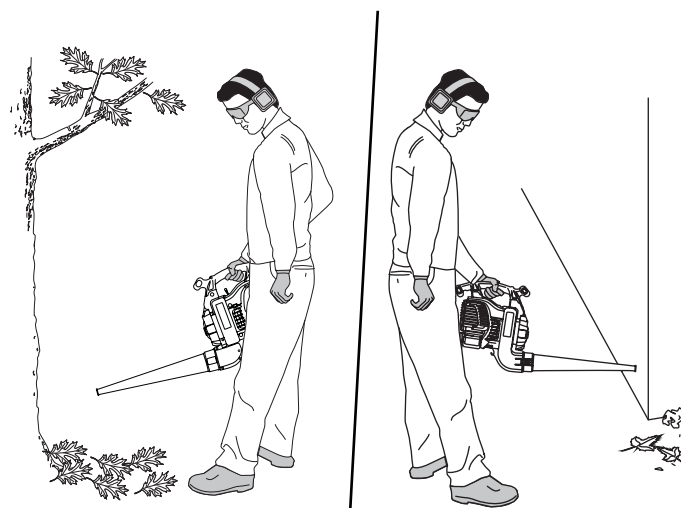

Fig. 14
- 1 Utiliser la souffreuse pour le déblayage des arbres, buissons, massifs de fleurs et autres endroits difficiles à nettoyer (Fig. 14).
2. Utiliser l'outil pour le nettoyage des bâtiments et autres applications normales (Fig. 14).